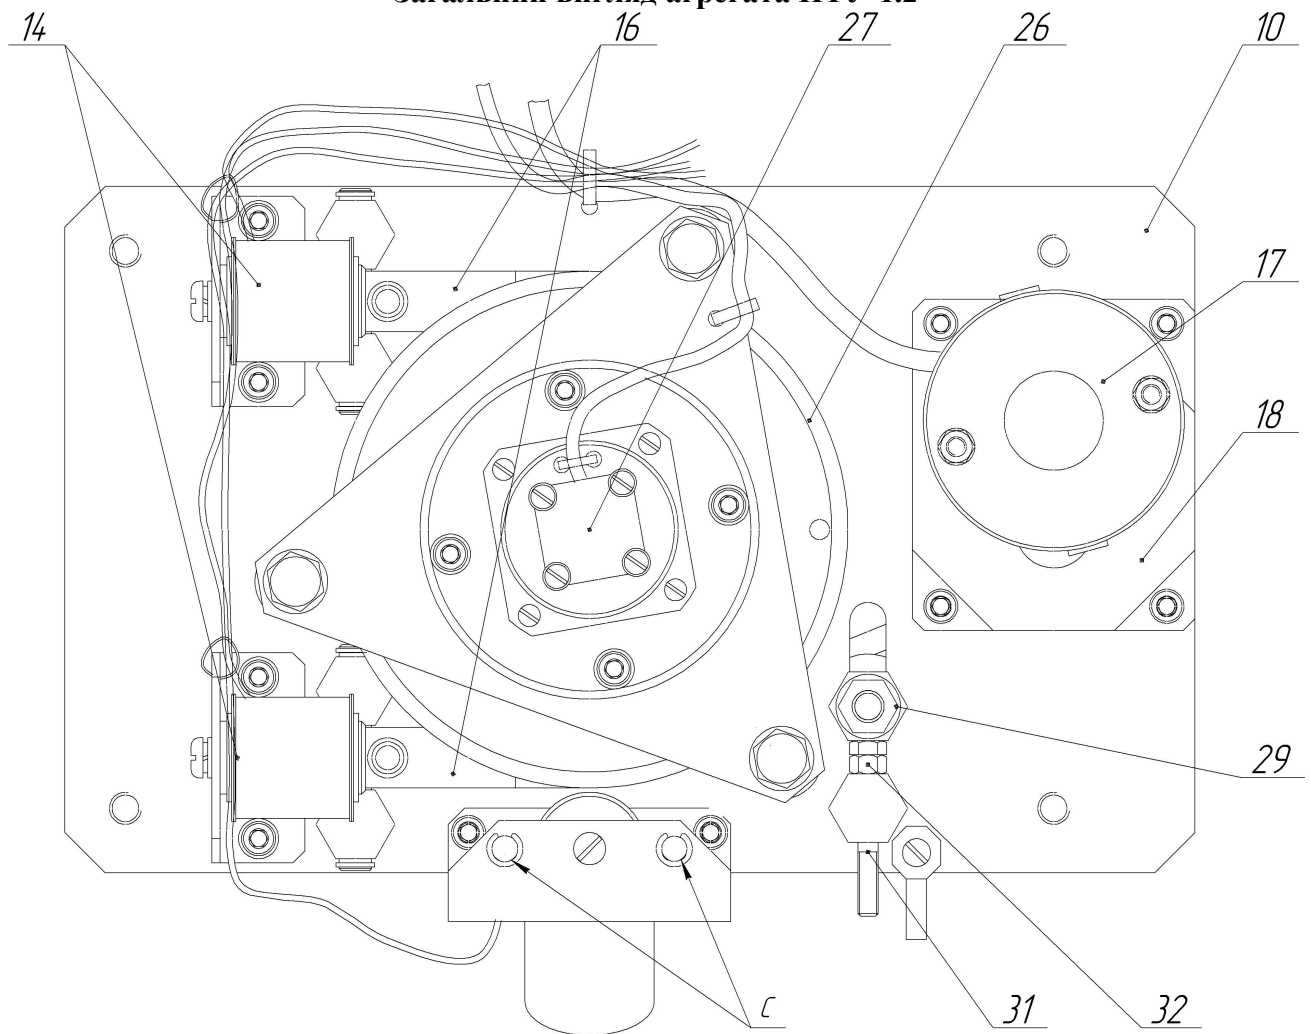

Рис.2
5.2 Агрегат турнікета ПТУ-1.2 (див. рис. 2) складається з електродвигунного приводу, механізму блокування і пристрою «Антипаніка», встановлених на загальній основі (10). На вихідному валу агрегату закріплений трипод, оснащений трьома штангами, а також барабан (26) і датчик кута повороту (27).